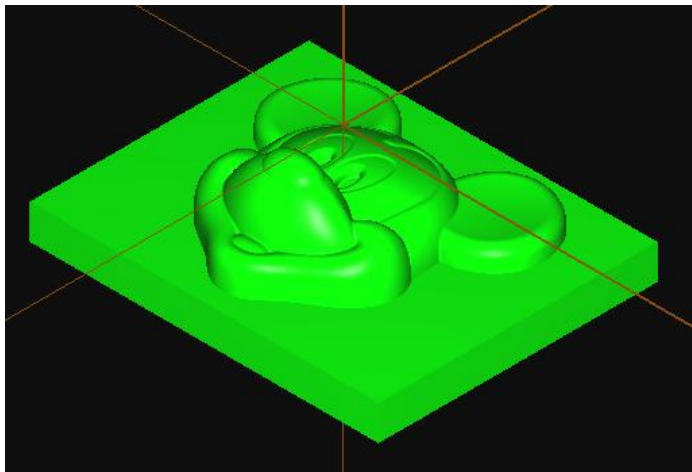

图 6-6 最终 CAD 模型
4) 改为第1层, 选择“由实体产生曲面”, 选择该长方体, 产生曲面, 并关闭第2层, 最终 CAD 模型如图 6-6 所示。